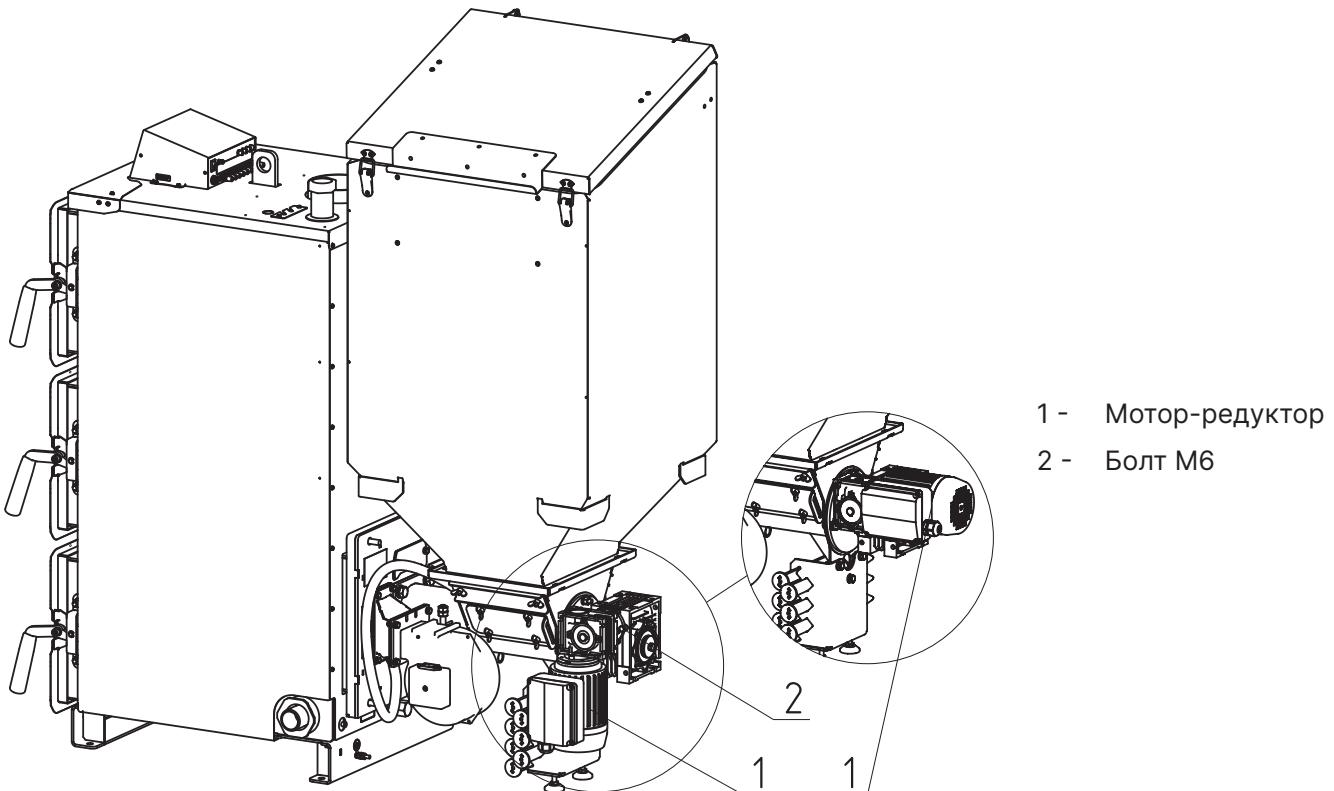

Рис.8 Изменение положение мотор-редуктора
1. Выкрутите 4 болта M6 (**Рис.8, поз.2**);
2. Снимите мотор-редуктор (**Рис.8, поз.1**);
3. Переверните его по горизонтали на 180°, как показано на **Рис.8**;
4. Зафиксируйте мотор-редуктор (**Рис.8, поз.1**) болтами M6 (**Рис.8, поз.2**).